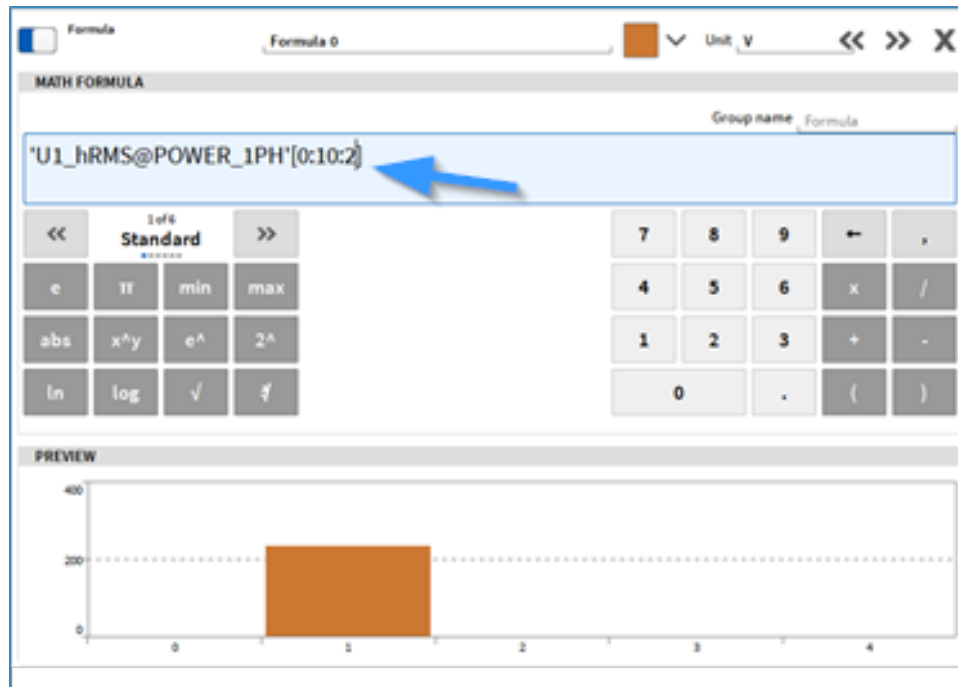

Abb. 7.80: Extraktion mehrerer benachbarter Elemente mit Schrittweite zwischen den zu extrahierenden Elementen
- Extraktion mehrerer benachbarter Elemente mit einer Schrittweite zwischen den zu extrahierenden Elementen (siehe Abb. 7.80). Die Ausgabe ist ein Array-Kanal mit der Anzahl der extrahierten Elemente als neue Dimension.